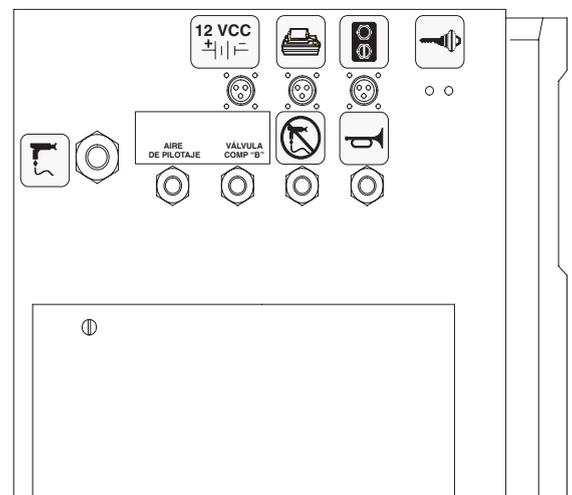

Fig. 2
2. Instale los racores del conector (2) (ref. pieza #113284) en los agujeros.
3. Coloque la etiqueta (I.D. #1149) en el panel del ProMix tal como se indica en la Fig. 2.